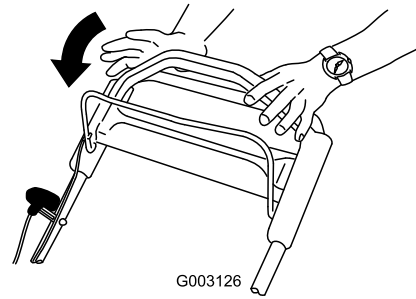

Figuur 23
3. Houd de bedieningsstang van het maimes tegen de handgreep (Figuur 23).